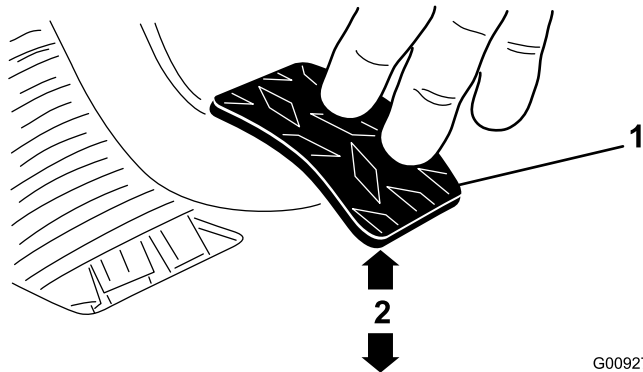

図 65
3. ジャムナットまたはボールジョイントを調整する 1.8 kg の力でクラッチペダルを踏んだ時にペダルの裏面の下端が床のダイヤモンド柄の頂部から 9.2-9.8 cm になるようにする **図 65**。